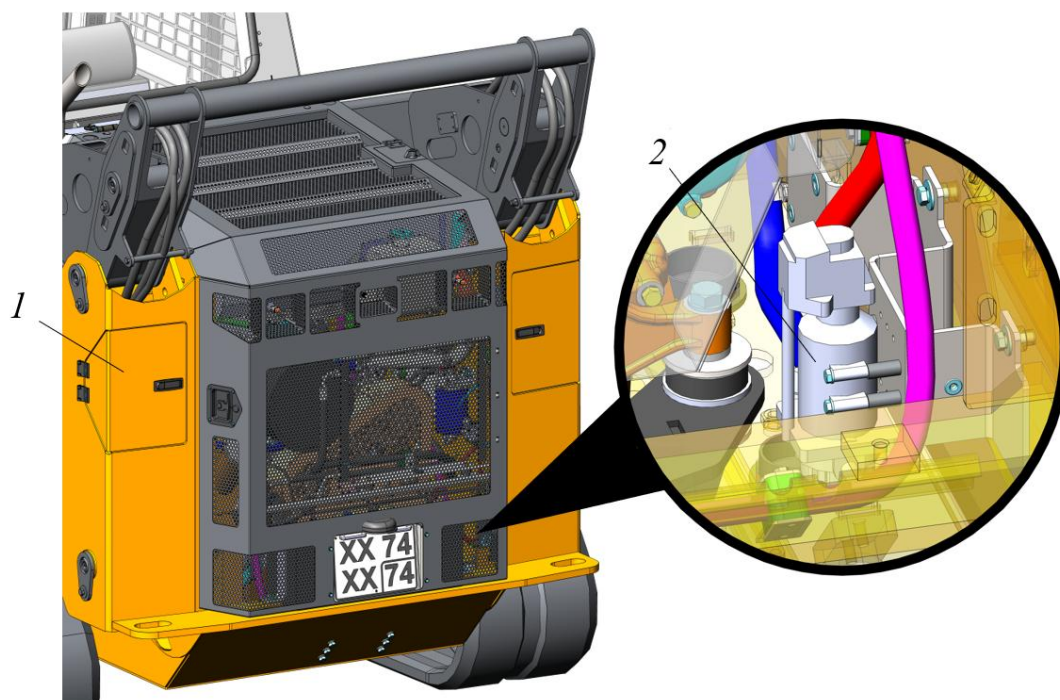

Рисунок 3.10. Электрический подогреватель охлаждающей жидкости
- ▶ Открыть лючок 1, см. рис. 3.10. Соединить вилку от подогревателя с переходником кабеля.